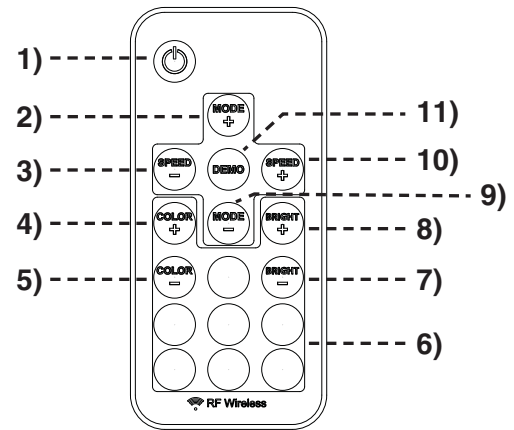
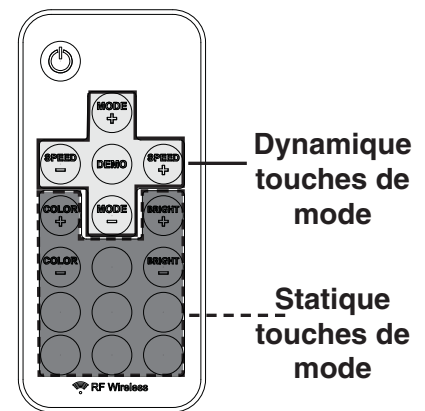

Fig. 34-1 Détail de l'émetteur à distance
Fig. 34-2 Détail des modes d'émetteur à distance
Avant l'utilisation de télécommande, vous familiariser avec les touches de l'émetteur comme illustré sur la Fig. 34-1 et les options de mode de la Fig. 34-2.
2. Appuyez sur la touche **ÉNERGIE** sur la télécommande pour allumer la lumière ou désactiver (voir Fig. 34-1).
3. Utilisez la télécommande comme vous le souhaitez. Consulter la section ci-dessus et la Fig. 34-1 et 34-2.